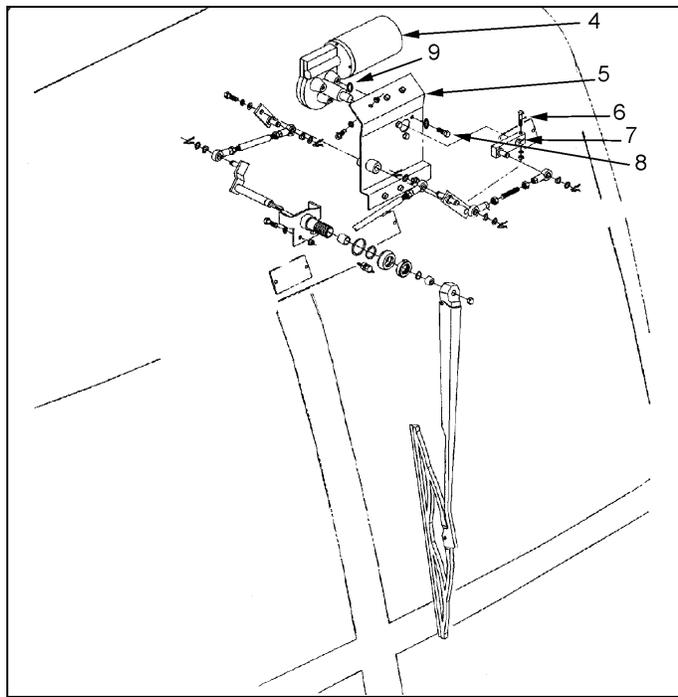

FIGURE 2 : (4) MOTEUR, (5) SUPPORT, (6) VIS DE FIXATION DE LA BIELLE, (7) BIELLE, (8) VIS DE MONTAGE #5001217, (9) RONDELLE PLATE #500985
3. Démonter le support du moteur (figure 2).
5. Desserrer les 3 vis de montage du moteur et retirer le moteur (figure 2).
7. Installer le nouveau moteur sur le support en utilisant les vis courtes #5001217 et les rondelles freins #502507. Placer les rondelles plates #500985 du côté du moteur (figure 2).